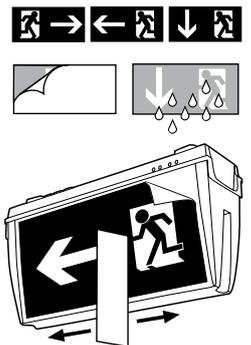

ABB. 7
**HINWEIS:** Das Installationsdatum ist auf dem Typenschild des Akkus zu vermerken. Die Notleuchten werden mit entladenen Akkus geliefert und müssen für mindestens 20 h am Netz angeschlossen sein, um die volle Funktionsfähigkeit zu erreichen (Abb. 7).
Bei Unterschreitung der Notlichtdauer von 40 Min. bei der 1 Stunden Version oder 120 Min. bei der 3 Stunden Version müssen die Akkus gewechselt werden. Nur Original-Akkus des Herstellers verwenden. Der Original-Akkusatz ist mit einem verpolicherten Stecksystem ausgerüstet. Auf dem neuen Akkusatz das Installationsdatum vermerken (Abb. 7).